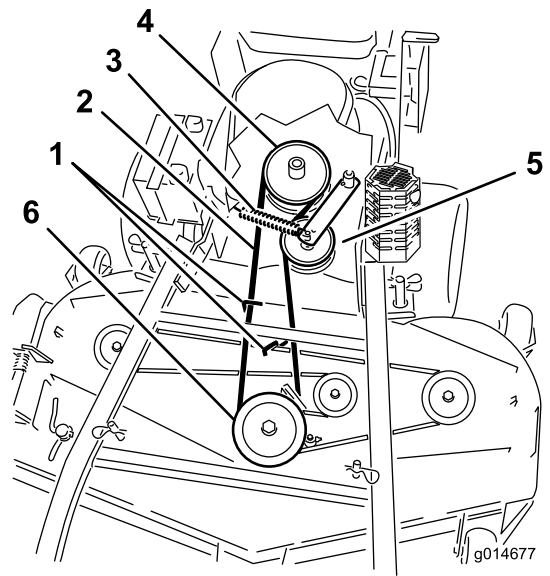
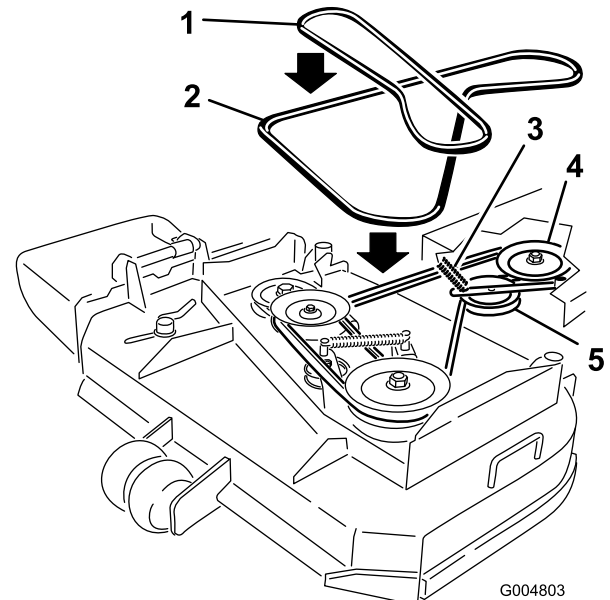

Figure 51
Figure 52
6. Retirez la courroie de la poulie centrale sur le tablier de coupe (Figure 51). Reportez-vous à la Figure 52 pour enlever la courroie de la poulie gauche sur un tablier de coupe de 36 pouces. Procédez avec précaution lors du retrait de la courroie, car la tension est augmentée par la poulie de tension rappelée par ressort.
7. Retirez la courroie de la poulie de moteur et la poulie de tension rappelée par ressort (Figure 51). Reportez-vous à la Figure 52 pour déposer la courroie des poulies sur le tablier de coupe de 36 pouces.
8. Placez une courroie neuve sur la poulie de moteur et la poulie de tension rappelée par ressort (Figure 51).
9. Installez la courroie sur la poulie centrale du tablier de coupe (Figure 51). Procédez avec précaution lors de la repose de la courroie, car la tension est augmentée par la poulie de tension rappelée par ressort. Reportez-vous à la Figure 52 pour installer la courroie sur la poulie gauche sur un tablier de coupe de 36 pouces.
11. Réglez l'écartement entre le guide et la courroie à 3 mm (1/8") pour les tabliers de coupe de 48 pouces (Figure 51).